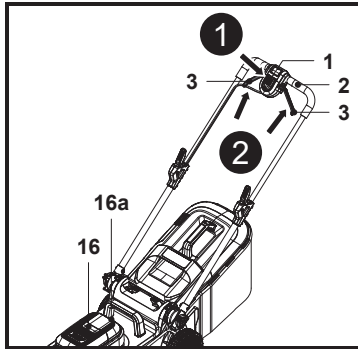

Fig. 17
1. Soulever le couvercle magnétique (15c) et ouvrir le couvercle du compartiment de la batterie (15), puis insérer complètement la batterie (24).
2. Fermer le couvercle du compartiment de la batterie (15) avec précaution.
3. Se tenir derrière le guidon (2).
4. Tout en maintenant l'interrupteur de sécurité (1) enfoncé, tirer les leviers de démarrage (3) vers le guidon (2) et les maintenir dans cette position (Fig. 17, étapes 1, 2).
5. Une fois la tondeuse à gazon démarrée, relâcher l'interrupteur de sécurité (1).
6. La capacité réelle de la batterie est indiquée sur l'indicateur de batterie (16a) situé à l'arrière du capot moteur (16).